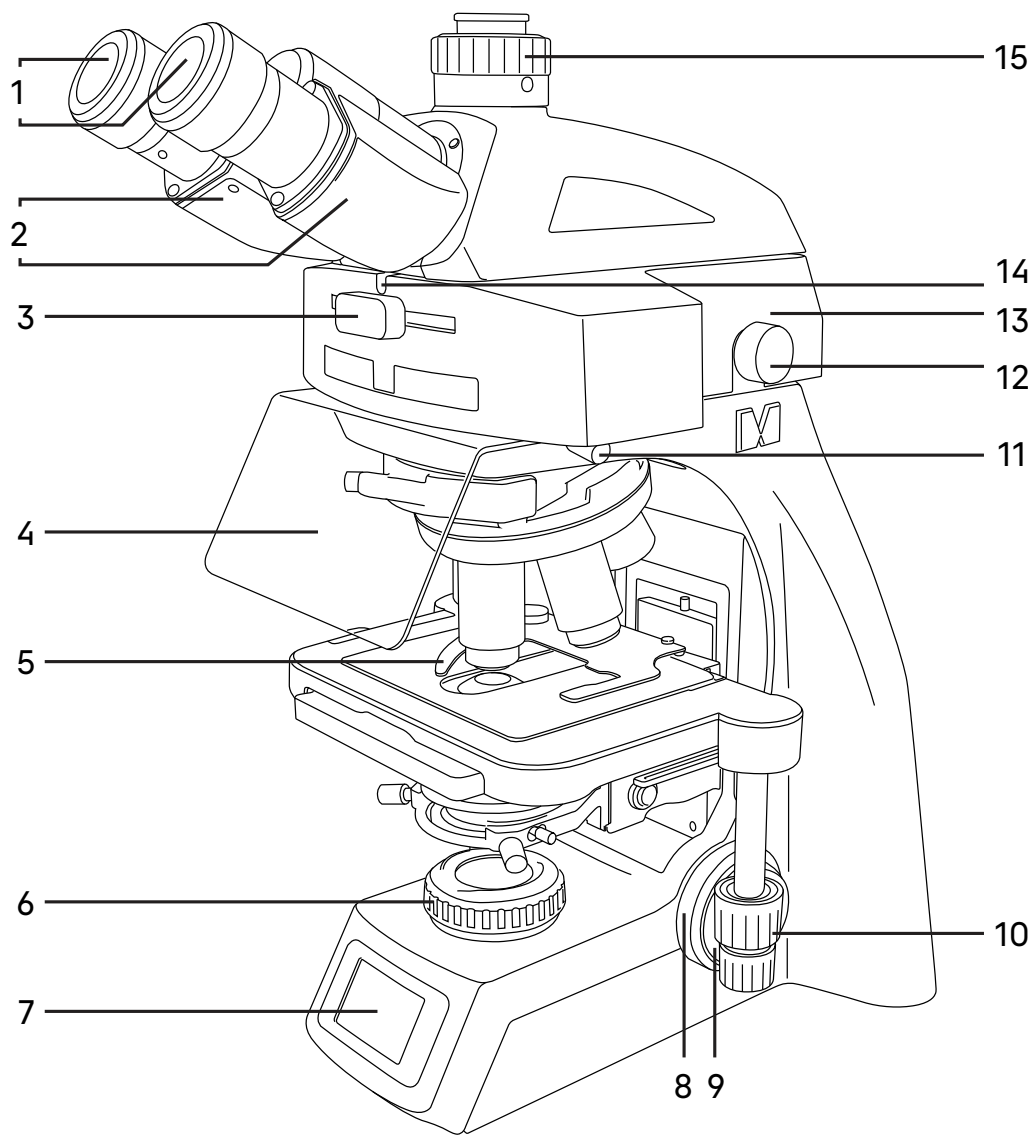
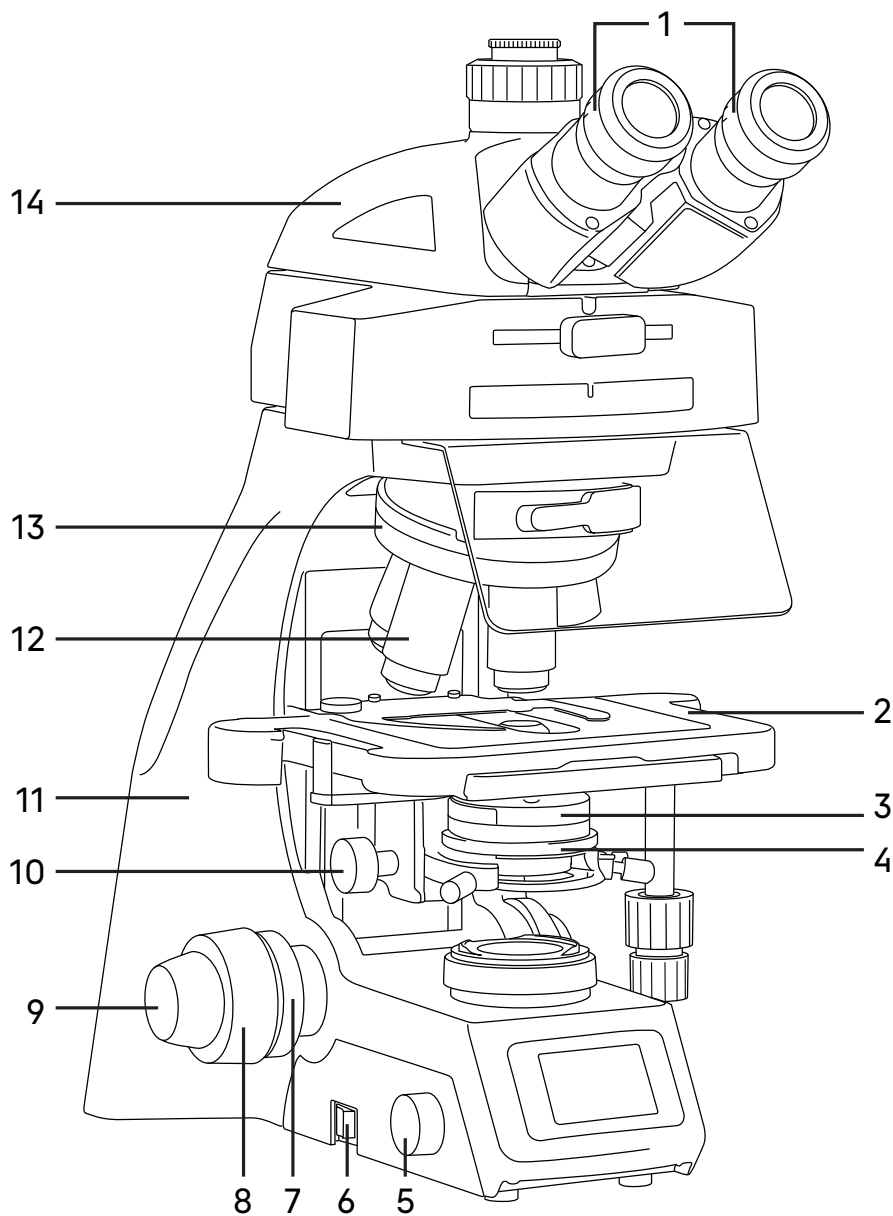
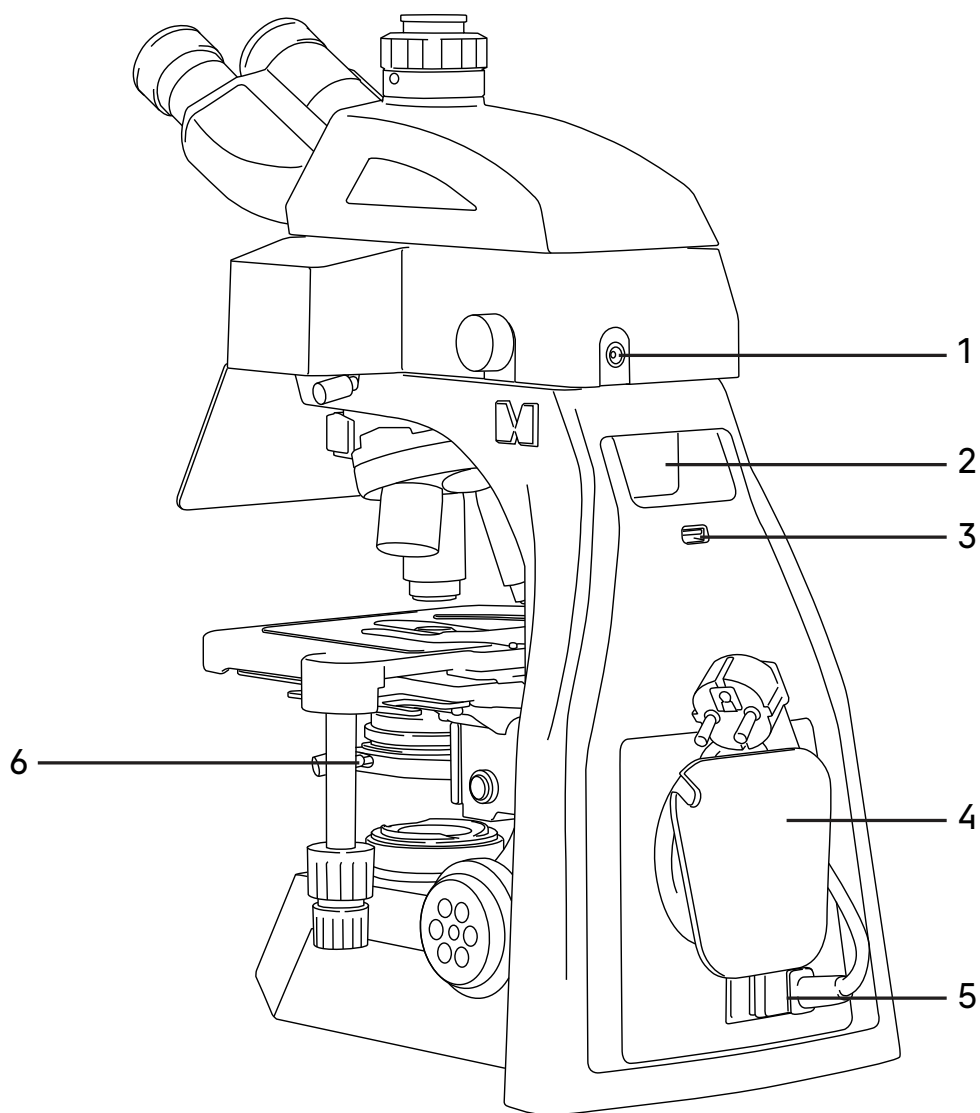

Рис. 1. Микроскоп люминесцентный MAGUS Lum 450L. Вид справа
Рис. 2. Микроскоп люминесцентный MAGUS Lum 450L. Вид слева
Рис. 3. Микроскоп люминесцентный MAGUS Lum 450L. Вид сзади
Общий вид микроскопа представлен на рис. 1, 2 и 3.
Штатив **11** (рис. 2) представляет собой цельную конструкцию с основанием. Основание имеет Y-образную устойчивую эргономичную форму.
- револьвер **13** (рис. 2) с объективами **12** (рис. 2);
- предметный столик **2** (рис. 2);
- конденсор **3** (рис. 2);
- коллектор в оправе **6** (рис. 1).
Сзади штатива располагается держатель для намотки шнура электропитания. Микроскоп преобразует сетевое напряжение переменного тока в напряжение для питания светодиода. Разъем **5** (рис. 3) служит для подключения питания.
Слева на основании штатива расположена кнопка выключателя электропитания **6** (рис. 2).
Ручка **5** (рис. 2) служит для управления системой освещения проходящего света.
Фокусировка на объект осуществляется перемещением по высоте предметного столика **2** (рис. 2). Грубая фокусировка производится вращением рукояток **8** (рис. 1, 2), расположенных по обеим сторонам штатива.
Тонкая фокусировка производится вращением рукояток **9** (рис. 1, 2), расположенных по обеим сторонам штатива. Тонкая фокусировка требуется для точного фокусирования на объект и для подфокусировки микроскопа на резкость изображения при смене объективов и препаратов.
Механизм регулировки жесткости хода грубой фокусировки **7** (рис. 2) – кольцо между штативом и рукояткой грубой фокусировки с левой стороны. С помощью кольца регулируется жесткость хода грубой фокусировки так, чтобы жесткость была комфортной для пользователя, но при этом столик не опускался самопроизвольно во время работы.
Визуальная насадка **14** (рис. 2) обеспечивает визуальное наблюдение изображения объекта. Насадка устанавливается в отверстие люминесцентной насадки **13** (рис. 1) и закрепляется винтом **14** (рис. 1). Насадку при установке развернуть окулярами в сторону предметного столика.
Изменение межзрачкового расстояния в насадке осуществляется разворотом окулярных тубусов **2** (рис. 1) в пределах 47–75 мм. Значение расстояния, установленного в соответствии с глазной базой наблюдателя, отсчитывается по шкале на насадке.
Механизм диоптрийной подвижки окуляров служит для компенсации аметропии глаз наблюдателя. Находится на обоих окулярных тубусах – кольцо **1** (рис. 2).
В вертикальный выход корпуса визуальной насадки **15** (рис. 1) (канал визуализации) для фиксации камеры установлен переходник C-mount. Камера служит для вывода изображения на экран компьютера или монитор/телевизор. Деление светового потока окуляры/канал визуализации (в %): 50/50.
В комплект микроскопа входят окуляры **1** (рис. 1). Окуляры имеют высокое положение выходного зрачка и предназначены для работы как в очках, так и без них.
Револьверное устройство **13** (рис. 2) обеспечивает установку пяти объективов **12** (рис. 2). Смена объективов производится вращением револьверного устройства за рифленую поверхность до фиксированного положения.
Объективы **12** (рис. 2) рассчитаны на длину тубуса «бесконечность». Парфокальная высота объективов 60 мм, линейное поле зрения в плоскости изображения 22 мм. Рассчитаны для работы с препаратами с толщиной покровного стекла 0,17 мм или без покровного стекла. Микроскоп укомплектован объективами-планахроматами с увеличением 4х, 10х, 40х, 100х. Дополнительно возможна комплектация объективами другого увеличения, типа коррекции и иммерсионной системы.
Конденсор **3** (рис. 2) установлен в кронштейн под предметным столиком микроскопа. Конденсор устанавливается по направляющим при поднятом столике и опущенном кронштейне. Конденсор фиксируется в кронштейне винтом **6** (рис. 3). Кронштейн конденсора имеет пружинный держатель, с помощью которого двумя винтами конденсор центрируется в оптической оси.
Перемещение конденсора вдоль оптической оси микроскопа осуществляется с помощью рукоятки перемещения кронштейна конденсора **10** (рис. 2), расположенной слева от наблюдателя под столиком микроскопа. Диапазон перемещения конденсора – не менее 26 мм.
Ирисовая апертурная диафрагма регулируется (открывается/закрывается) кольцом **2** (рис. 2). Конденсор имеет маркировку увеличения объектива. Для достижения наилучшего качества изображения рекомендуется прикрывать апертурную диафрагму конденсора приблизительно на 1/3 диаметра выходного зрачка объектива. В таком положении рукоятка регулировки диафрагмы совпадает с цифровым обозначением объектива, введенного в ход лучей, и обеспечивает изображение с хорошей контрастностью.
Двухкоординатный предметный столик **2** (рис. 2) обеспечивает перемещение объекта в двух взаимно-перпендикулярных направлениях с помощью рукояток **10** (рис. 1), расположенных на одной оси.
У столика отсутствует выдвигная зубчатая рейка по оси X, что повышает эргономичность работы. Механизм с ременной передачей плавно перемещает объект. Объект крепится на поверхности столика между держателем и прижимом препаратодержателя **5** (рис. 1), для чего прижим отводится в сторону. Препаратодержатель крепится к столику при помощи двух винтов. При снятом препаратодержателе объект можно перемещать рукой.
Корпус люминесцентной насадки **13** (рис. 1) устанавливается в отверстие верхнего фланца штатива и закрепляется винтом **11** (рис. 1). Защитный экран **4** (рис. 1) крепится к корпусу двумя винтами. Разъем для подключения питания люминесцентной насадки **1** (рис. 3) расположен на задней стенке штатива.
Встроенный в основание микроскопа осветитель проходящего света включает коллектор в оправе **6** (рис. 1) и источник света – светодиод. Включение осветителя осуществляется с помощью выключателя питания **6** (рис. 2) на левой панели штатива. Регулировка яркости осуществляется ручкой **5** (рис. 2).